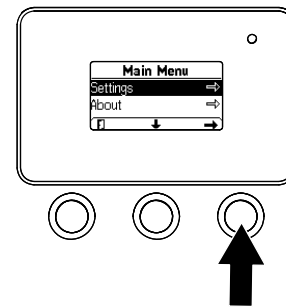

Figura 13
1. Din MENIUL PRINCIPAL, utilizezi butonul din mijloc pentru a derula în jos la MENIUL SETĂRI și apăsai butonul din dreapta (Figura 13).